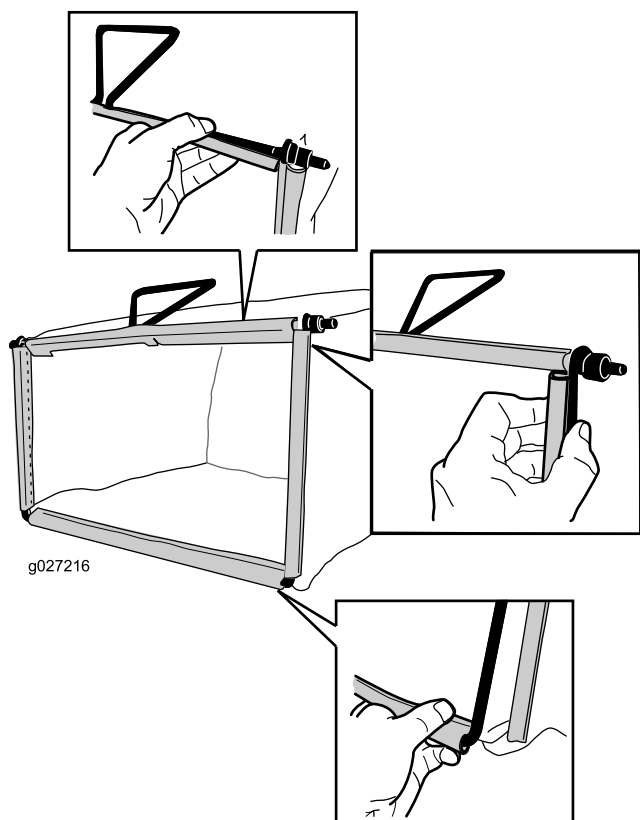

Рисунок 7
2. Зацепите нижний обод травосборника за нижнюю часть рамы (Рисунок 7).
3. Зацепите верхний и боковой обод мешка за верхнюю и боковые стороны рамы, соответственно (Рисунок 7).